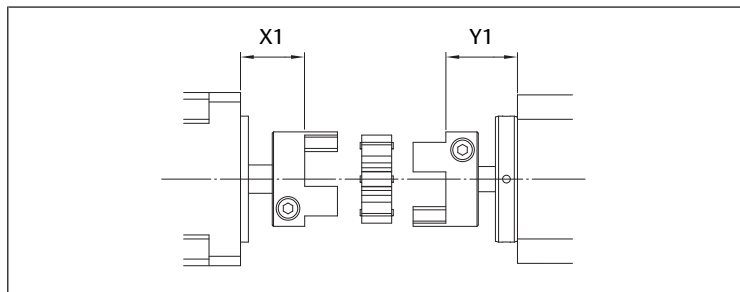

Fig. 12: Dimensões da posição para acoplamento sem fixação por pés
- Para acoplamento sem fixação por pés. Consulte → Fig. 12 e → Tab. 4.